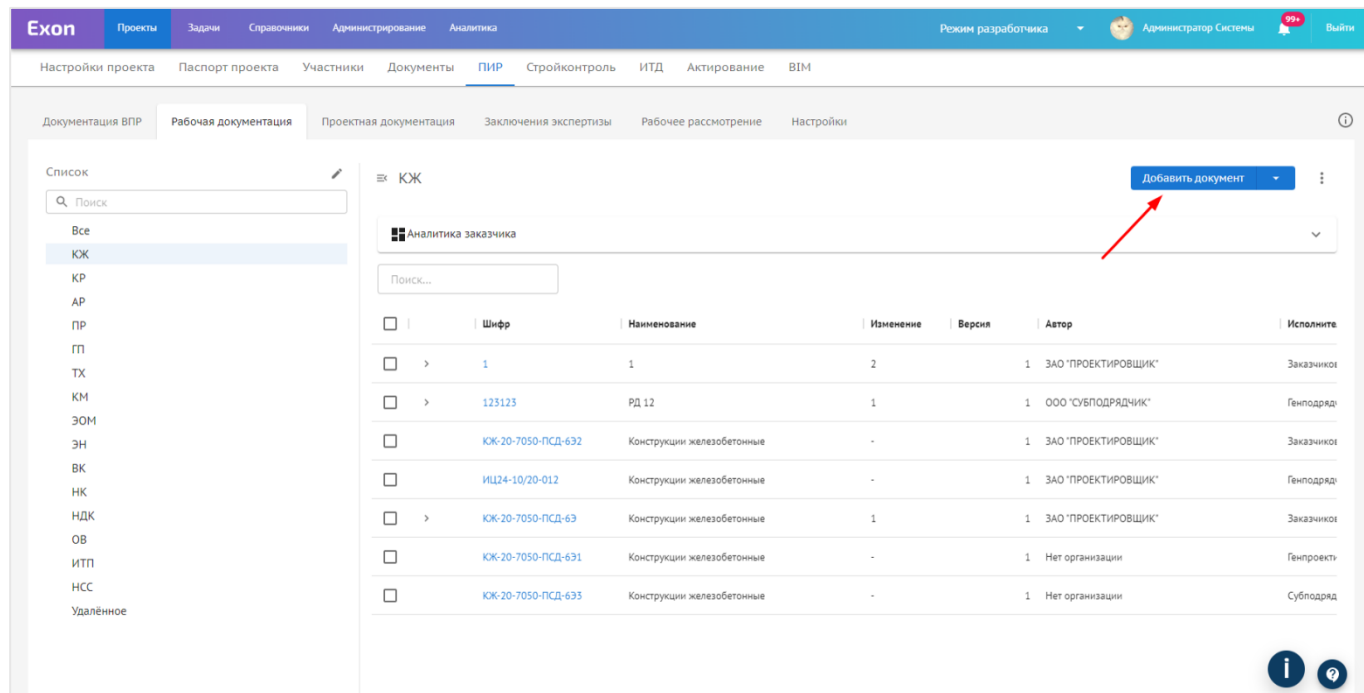

Рис. 5 - Добавление документа
1. Перейти в нужный раздел, нажать на «Добавить документ» (загружаемый файл попадет именно в него) (рис. 5);